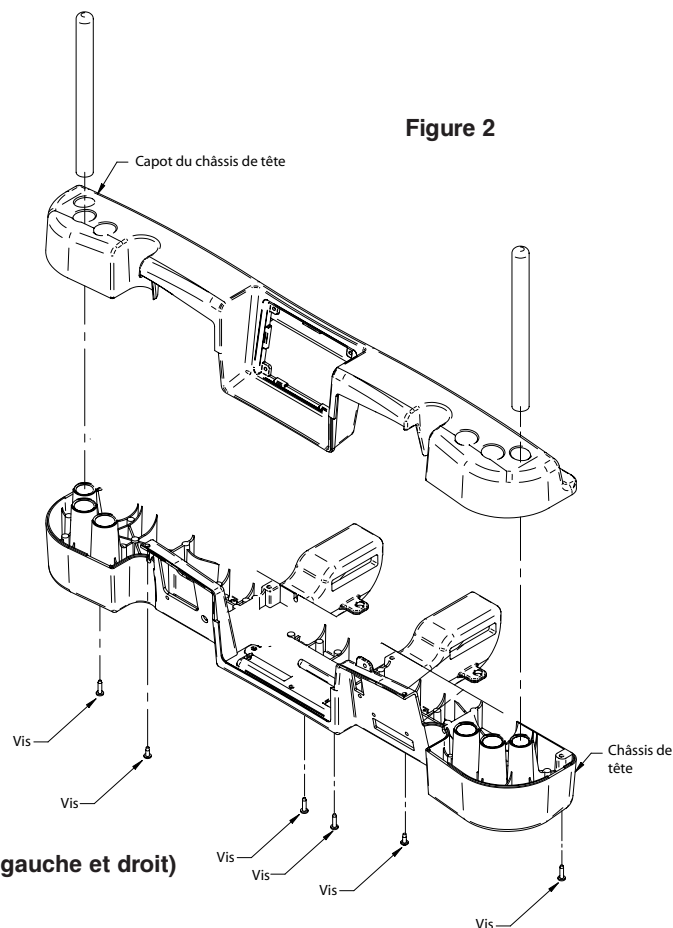

Figure 2
5. À l'aide du tournevis Phillips, retirez les six vis du capot de châssis de tête, soulevez sur le capot et déposez-le sur le sommier (Figure 2).